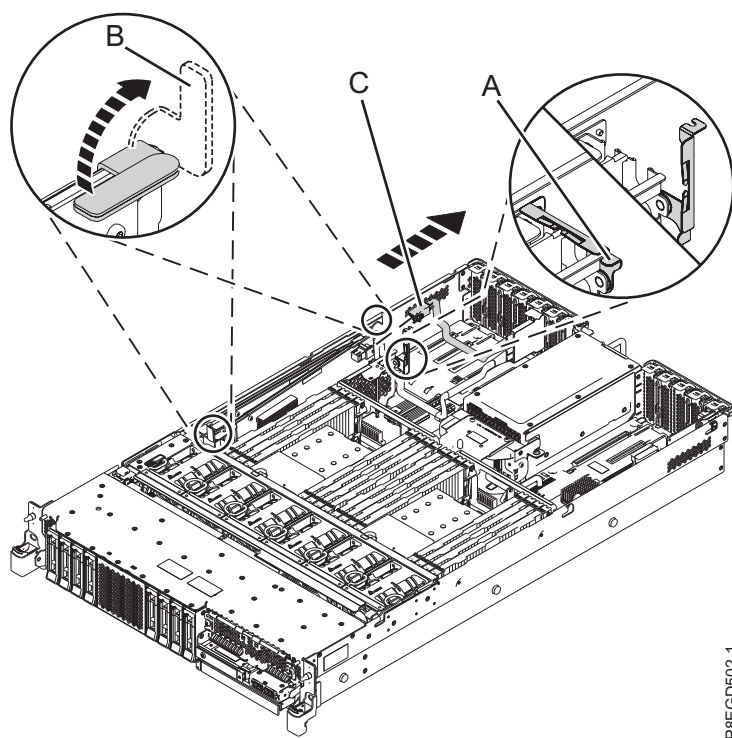

Figura 2. Desligar o cabo SAS posterior do adaptador interno SAS RAID na localização da ranhura P1-C15
- a. Prima a patilha azul no suporte de retenção de cabos **(A)** para o adaptador interno SAS RAID na ranhura P1-C15, conforme demonstrado em Figura 2 na página 5.
- b. Levante os puxadores azuis **(B)** no adaptador interno SAS RAID na direcção que é demonstrada em Figura 2 na página 5.
- c. Utilizando os puxadores azuis no adaptador interno SAS RAID, levante o adaptador o suficiente para desligar o cabo SAS posterior **(C)** do adaptador interno SAS RAID. Consulte Figura 2 na página 5.